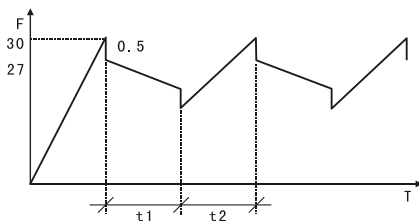

图 F-1 扰动功能曲线
(1) 实现如图 F-1 曲线所示。
(2) 参数设定 P080=5 P003=30 P086=27 P092=0.5 P101=10 P102=10